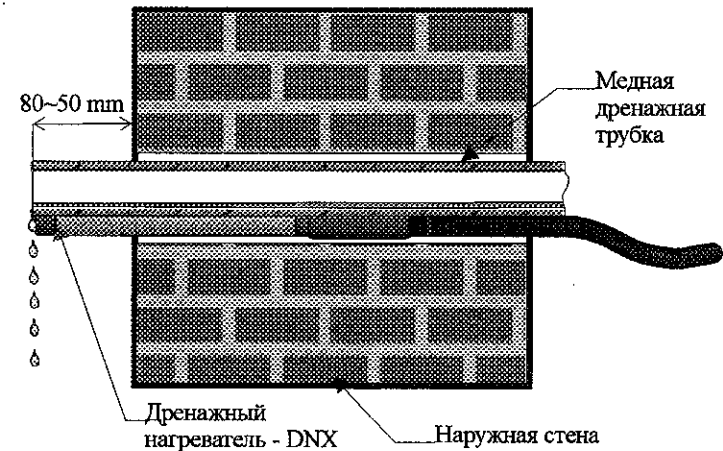

Рис. 2
- 6.4. Установите дренажную трубку с нагревателем в отверстие (рис. 2).